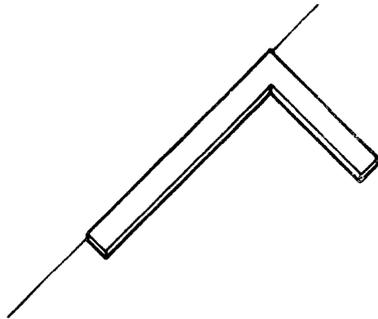

Fig. 5
- Se coloca un brazo de la escuadra perfectamente paralelo o en línea con la guía (fig. 5).